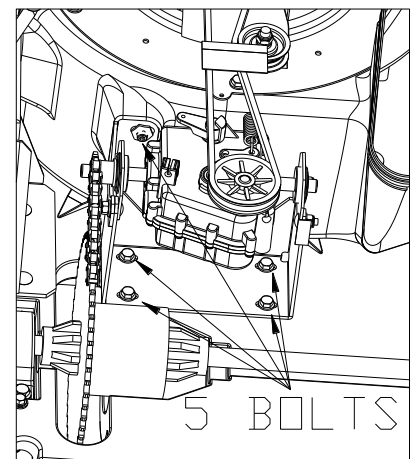

Fig. 21
11. Start med at løsne de 5 møtrikker, som holder fremdrivningssystemet på plads (se fig. 21, foregående side). Skub det til enten højre eller venstre, og tjek så positionen ved hjælp af en lineal. Stram de 5 møtrikker igen og gentag trin 8.